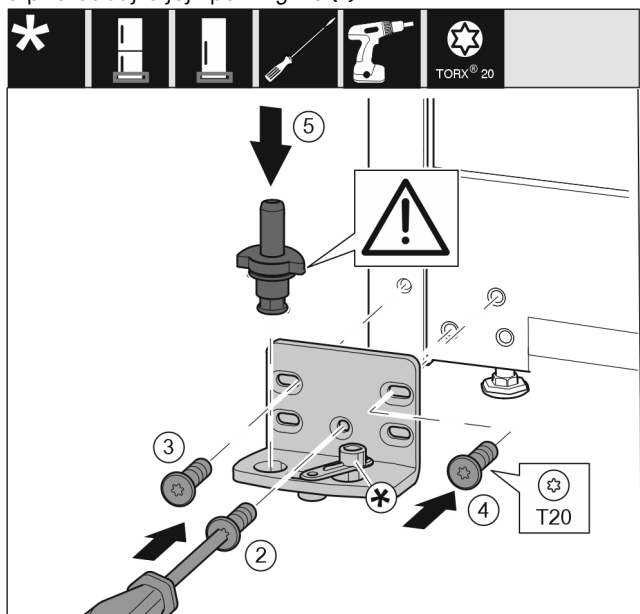

Fig. 14
- ▶ Nasadte stojan ložiska na druhé straně a přišroubujte pomocí šroubováku T20. Začněte šroubem 2 dole uprostřed. Fig. 14 (2)
- ▶ Pevně utáhněte šroub 3 a 4. Fig. 14 (3,4)
- ▶ Zcela vložte ložiskový čep. Přitom dávejte pozor, aby zajišťovací vačka směřovala dozadu. Fig. 14 (5)